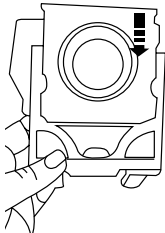

Fig. 14 – Instalando una nueva bolsa para polvo
5. Coloque la nueva bolsa de polvo en el soporte, de acuerdo a como se muestra en la Fig. 14.